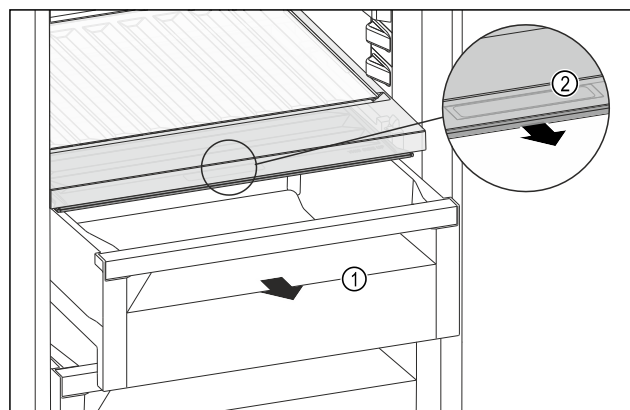

Fig. 109
- Estrarre il cassetto *Fig. 109 (1)*.
- Afferrare la maniglia incassata *Fig. 109 (2)* sul coperchio dello scomparto e tirare allo stesso tempo in avanti il coperchio dello scomparto.